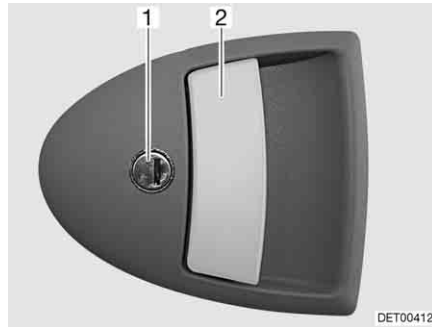

Bild 39 Dörrlås ingångsdörr, utsida
- Stick in nyckeln i låscylindern (Bild 39,1) och vrid den ända tills dörrlåset har låsts upp.
- Drag i dörrhandtaget (Bild 39,2). Dörren är öppen.
- Stick in nyckeln i låscylindern (Bild 39,1) och vrid den ända tills dörrlåset har låsts.